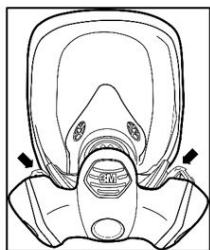

Fig.12
1. Retirer le couvercle de soupape en tirant doucement les côtés gauche et droit du couvercle et en éloignant celui-ci du masque (fig. 12 et 13).
1. Retirer le couvercle de soupape d'exhalation en tirant doucement les côtés gauche et droit du couvercle et en éloignant celui-ci du masque (fig. 12).
2. Retirer le couvercle de soupape d'exhalation en tirant doucement les côtés gauche et droit du couvercle et en éloignant celui-ci du masque (fig. 12).